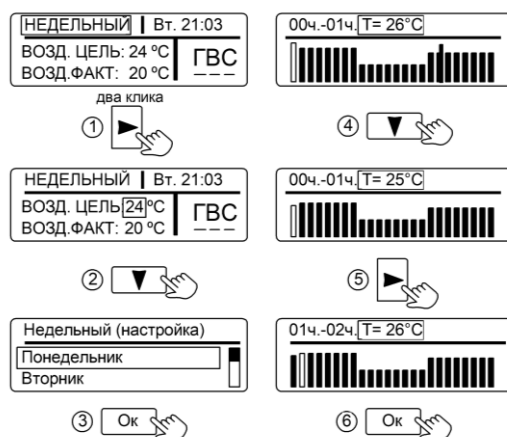

Рисунок 8. Настройка режима «НЕДЕЛЬНЫЙ»
**10.3 «НЕДЕЛЬНЫЙ»** – наиболее энергоэффективный режим отопления, учитывающий постоянные привычки и предпочтения пользователей. Режим «НЕДЕЛЬНЫЙ» позволяет настроить температуру воздуха в помещении индивидуально для каждого часа работы на протяжении всех дней недели. Последовательность настройки показана на рис.8. Кнопками «◀», «▶» выполняется переход по часам,